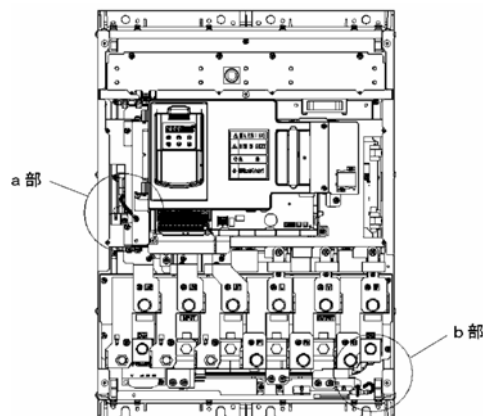

图 10.7 变频器内部配置 (FRN132F1S-4C, FRN160F1S-4C)
- ① 取下上表面的面板。(请参照 第2章「2.3 配线」)
- ② 变更变频器内部配置图(图 10.7)的 a 部和 b 部的配线。